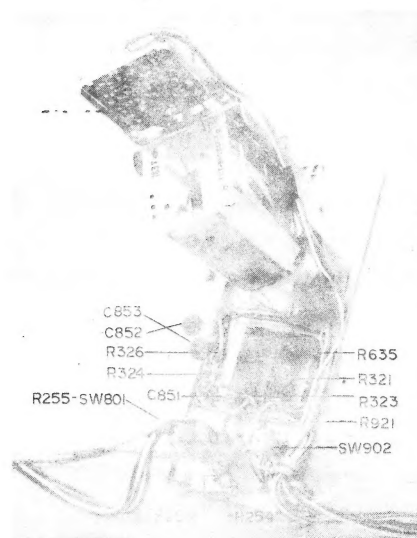

Fig. 4
- h - Sintonizar canal com padrão de barras e verificar se as ondas de 1H e 2H estão sobrepostas no TPA15. Reajustar L609 caso es^{ta} seja fora. Fig. 4.